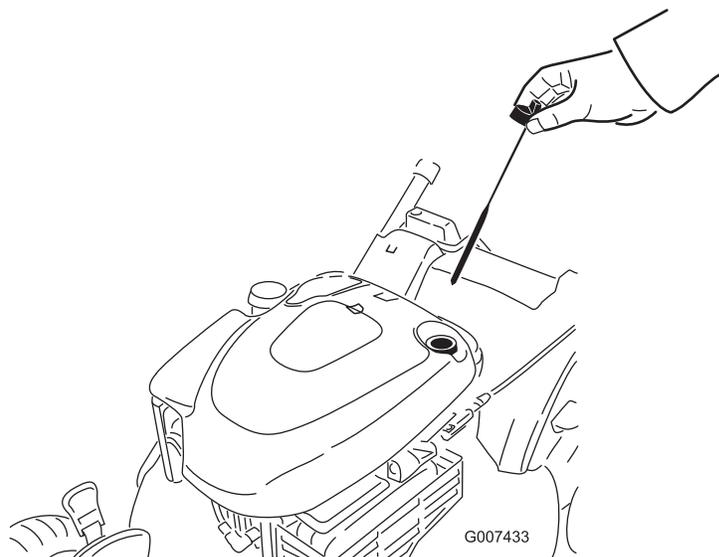

Bild 41
6. Nehmen Sie den Peilstab aus dem Öleinfüllstutzen (Bild 41).